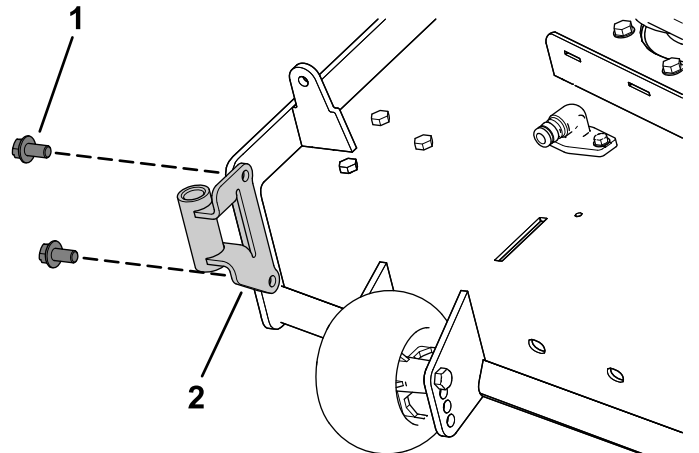

Bild 7
- Befestigen Sie die Gebläsestütze mit zwei Sechskantstellschrauben ($\frac{3}{8}$ " x $\frac{3}{4}$ ") am Mähwerk, wie in **Bild 7** abgebildet.